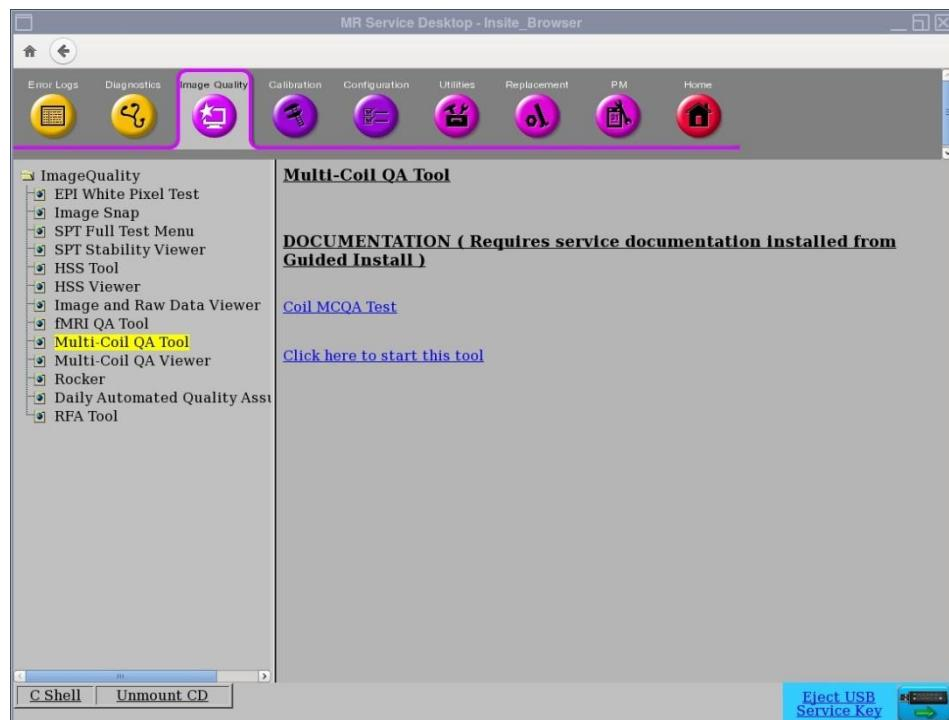

Fig. 1
- De pe Common Service Desktop (CSD) (Desktop servicii comune), mergeți la Service Browser (Browser de service) și selectați [Image Quality] (Calitatea imaginii) „Multi-Coil QA Tool” (Instrument de control al calității pentru bobine multiple) și apoi „Click here to start this tool” (Faceți clic aici pentru a porni acest instrument) ca în Fig. 1.